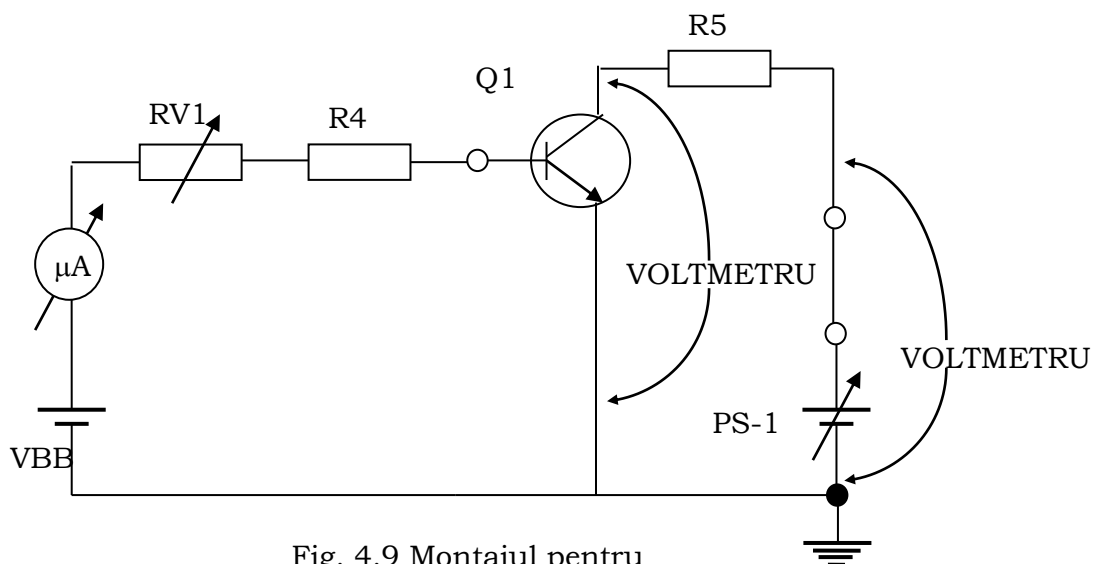

Fig. 4.9 Montajul pentru câștigul de curent
6. Faceți conexiunile din fig 4.9.